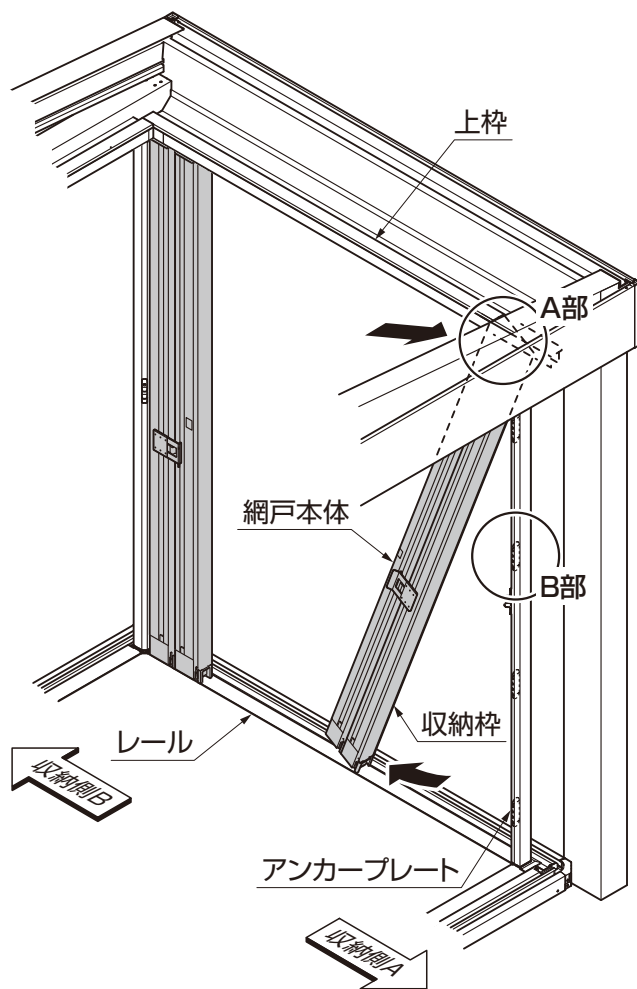

図3-1
(1) 網戸本体の取外し
- ① 網戸本体の収納枠に両手をかけ収納側B方向に引っ張るとアンカープレートから収納枠が外れます。このとき、網戸本体をレールから少し浮かせて、左右どちらかの方向へひねると容易に取外することができます。
- ② 網戸本体を斜めにして上枠から取外します。(図3-1参照)